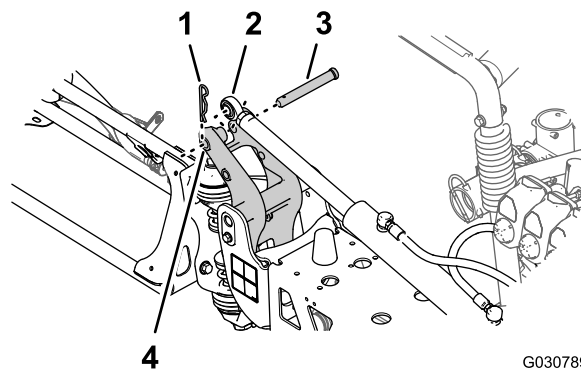

Figura 124
6. Allineate l'estremità dell'asta del cilindro di sollevamento con il foro da 25 mm nella protuberanza del raccordo orientabile (Figura 124)